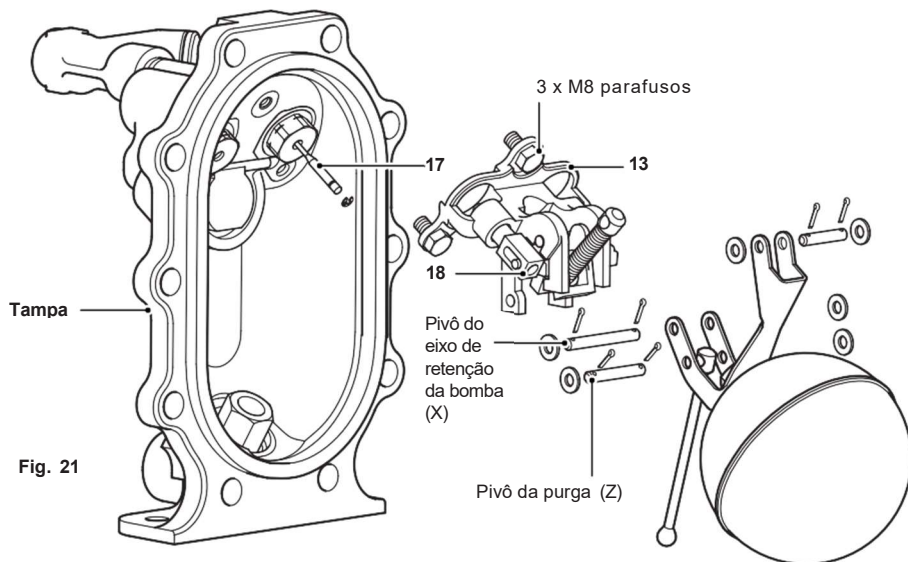

Fig. 21
4. Remova o pino e arruela de um lado do eixo do pivô da purga (Z) e remova cuidadosamente.
5. Deslize cuidadosamente os eixos para fora de suas posições respectivas, observando a orientação da mola e da alavanca do atuador (itens 14 e 24) dentro do suporte da bomba (item 13), pois serão reinstalados posteriormente.
6. Remova o pino e arruela de um lado do eixo do pivô da bomba (X).
7. Para remover o eixo (X), separe o suporte da bomba (13) da tampa. Isso é feito removendo os três parafusos M8 de fixação e **removendo o anel de retenção (circlip) da válvula de admissão de vapor (17)**. Em seguida, remova o eixo do pivô da bomba (X).
10. Reinstale os eixos na sequência:- (Veja Fig. 21).